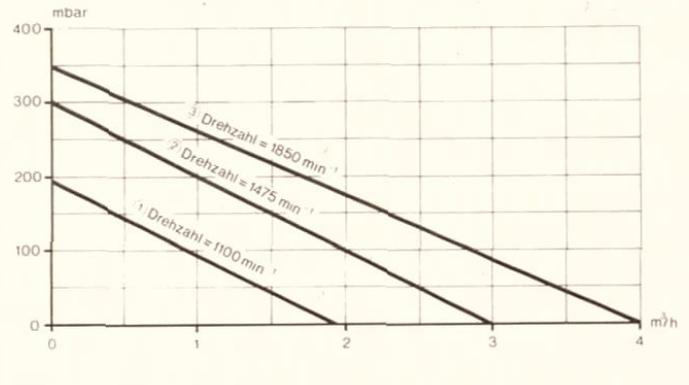

Abb. 10
- Oberes Abdeckblech (1) abnehmen, Schaltleiste (2) herausheben und rechte Seitenverkleidung (8) nach Lösen von 4 Schrauben abnehmen.
- Anschlußbogen (6) aus dem Kesselvorlaufstutzen heraus-schrauben und durch den mit der Pumpe (5) gelieferten Pumpenanschlußbogen (7) ersetzen.
- Pumpe (5) und Vorlaufanschlußbogen (3) montieren, Manometer (9) und mitgeliefertes Entlüftungsrohr (4) in den Pumpenanschlußbogen (7) eindichten.
- Rechte Seitenverkleidung (8), Schaltleiste (2) und oberes Abdeckblech (1) anbringen.
- Die Verdrahtung wird je nach Betriebsweise der Pumpe gem. Verdrahtungsplan Abb. 10, Seite 21 ausgeführt. (Siehe auch Abb. 11, Seite 22)
Die Pumpenauslegung bei den Kesseltypen VKS 35/1 EU, VKS 41/1 EU und VKS 48/1 EU nach Tab. 2 und dem Diagramm Abb. 10 vornehmen. Montage des Pumpeneinbausatzes siehe unter 5.4, Seite 13.
Die Gas-Heizkessel VKS 11/1 EU – VKS 29/1 EU sind mit einer drehzahlumschaltbaren Heizungspumpe ausgerüstet. Die Gas-Heizkessel VKS 35/1 EU, VKS 41/1 EU und VKS 48/1 EU sind mit einer drehzahlumschaltbaren Heizungspumpe nachrüstbar. Die, der Schalterstellung ①, ②, ③, ④, entsprechende Drehzahl ist dem Diagramm Abb. 10 zu entnehmen.